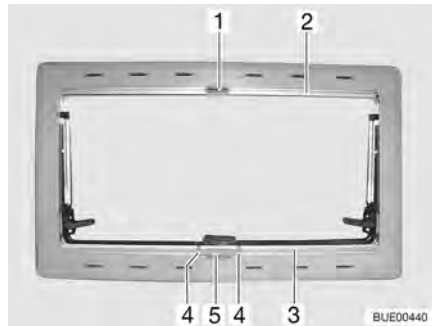

Bild 67 Överkantshängda fönster
- Tryck ihop handtaget (Bild 67,4), drag mörklägningsrullgardinen (Bild 67,3) nerifrån och uppåt till önskad höjd.
- Tryck ihop handtaget (Bild 67,4). Spärren lossas.
- Mörklägningsrullgardinen (Bild 67,3) förs långsamt tillbaka till utgångsläget.
- Drag ner insektsnätet (Bild 67,2) tills det stöter mot mörklägningsrullgardinen (Bild 67,3) och låsspaken (Bild 67,1) hakar in i spärren (Bild 67,5).
- Lossa låsspaken (Bild 67,1).